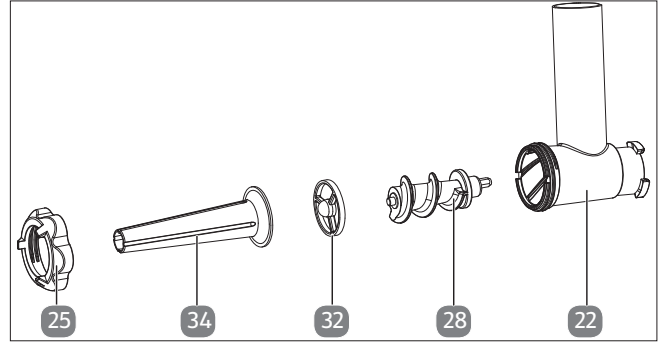

Fig. 19 – Accessoires pour la préparation de saucisses
1. Assemblez les accessoires comme indiqué sur la figure. (voir Fig. 19).